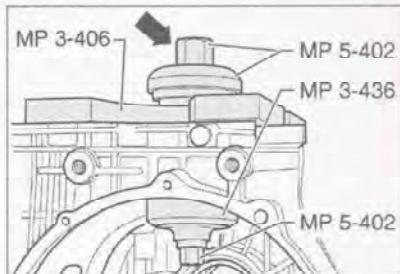

Рис. 7.106. Снятие наружной обоймы большого роликоподшипника.
14. Установите нажимную деталь съемника MP 3-436 (рис. 7.106).